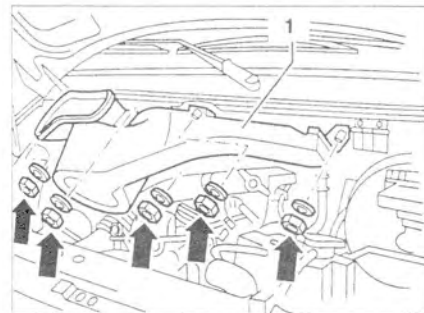

Рис. 9.79. Открутите гайки с шайбами (стрелки). Переместите корпус вентилятора **1** вперед.
4. Открутите гайки с шайбами (стрелки) (рис. 9.79). Переместите корпус вентилятора **1** вперед.